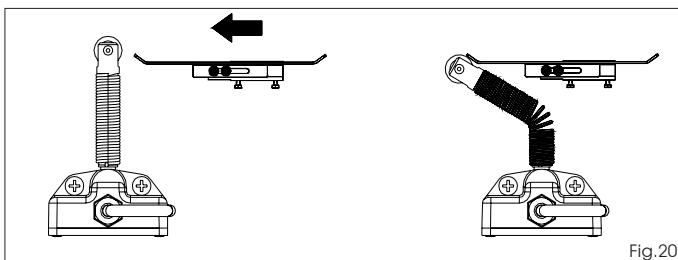

Fig.20
- a) La lámina debe activar el fin de carrera sobre la parte perfilada, como se indica en la Fig. 20.